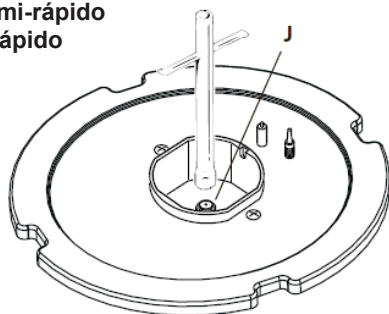

Fig. 2.2a
- Usando uma chave, substitua os injetores "J" (fig. 2.2a, 2.2b) pelos mais adequados para o tipo de gás para o qual deve ser usado.